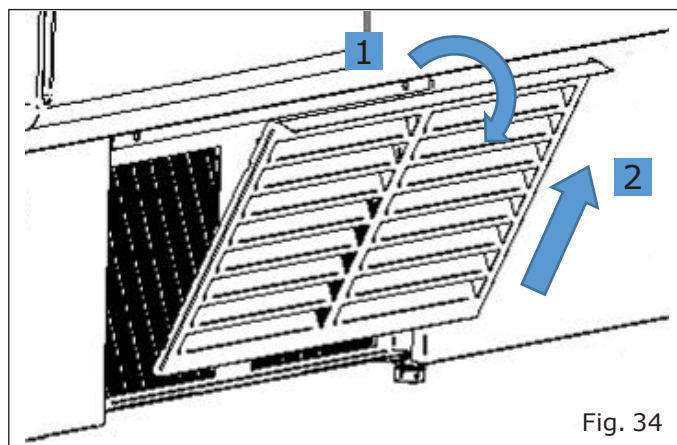

Fig. 34
- Retirez la grille du condenseur en retirant les boutons qui la fixent et suivez les instructions (Fig. 34).